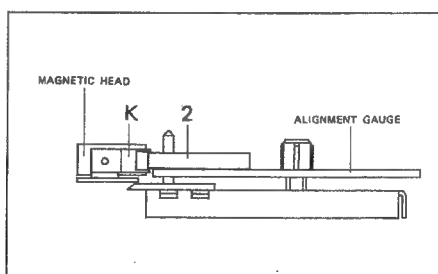

Fig. 3.8
- Die Höhe der Magnettonköpfe ist mit Schraube [J] so einzustellen, dass bei eingelegter Lehre Schieber [2], ohne seitlich zu streifen durch die Bandführung [K] (rechts des Wiedergabekopfes) geschoben werden kann (Fig. 3.8).
- Die Kopfbühne ist mit Schraube [J] (Fig. 3.8) so einzustellen, dass der Wiedergabekopf auf Spalthöhe rechtwinklig zu der Kopfträgerlehre steht. (Dies kann mit Schieber [2] kontrolliert werden. Wenn die angefräste Seite gegen den Wiedergabekopf zeigt, muss der Luftspalt zwischen Kopf und Schieber parallel verlaufen.)
- With the gauge inserted, the azimuth of the soundheads is to be adjusted with screw [J] in such a manner that slide [2] can be pushed through the tape guide [K] (to the right of the reproduce head) without touching the sides (Fig. 3.8).
- Ajustez la hauteur des têtes magnétiques de façon à ce que le curseur [2] du gabarit puisse passer à travers le guide de bande [K] (à droite de la tête de lecture) sans frotter sur le côté (fig. 3.8).